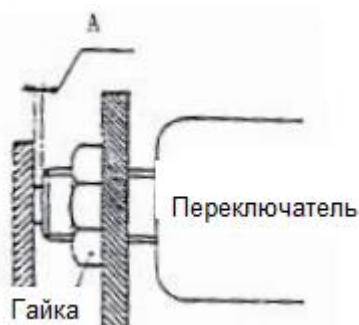

Рис. 2-6 Регулировка датчика
## (5) Регулировка датчика нажатия педали, см. Рис. 2-6.
- (A) После выполнения регулировки педали тормоза ослабьте стопорную гайку переключателя.
- (B) Отключите кабель от переключателя.
- (C) Вращайте переключатель для выставления зазора в 1мм.
- (D) Убедитесь, что стоп-сигналы погрузчика загораются при нажатии педали.
- (E) Закрутите стопорную гайку.